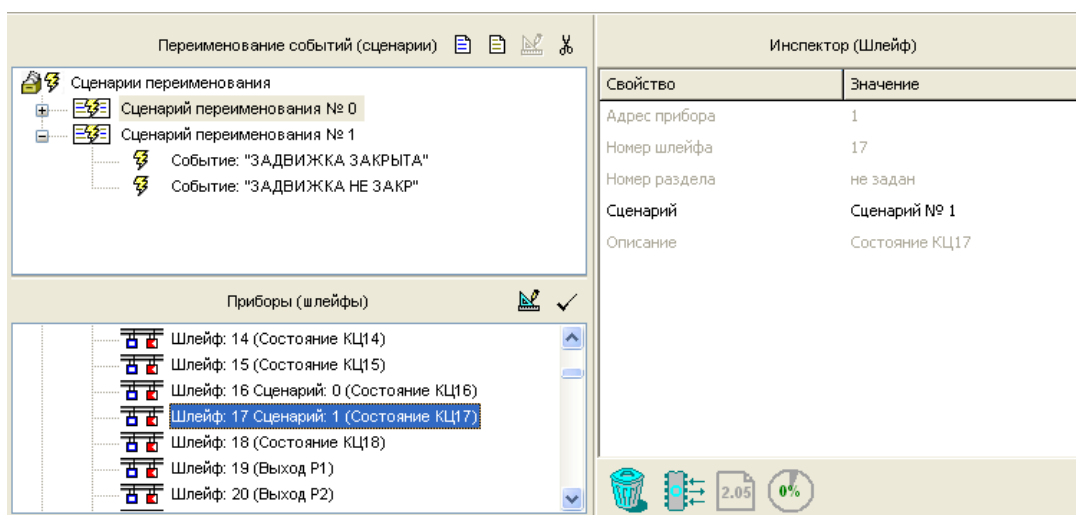

Рисунок 22
- В нижнем окне «Приборы (шлейфы)» выделите зону, имеющую тип 12 (в базовой конфигурации «Поток-3Н» это шлейф 17), и нажмите кнопку . Созданный сценарий будет назначен выбранной зоне (для базовой конфигурации «Поток-3Н» - шлейфу 17) (см. Рисунок 22).